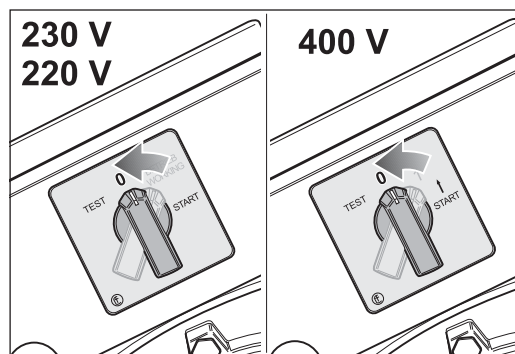

Abb. 21 Zum Ausschalten der Maschine den Schalterknopf auf Position -0- drehen.
- 2 Drehen Sie den Schalterknopf am Motor auf Position -0- (Abb. 21).